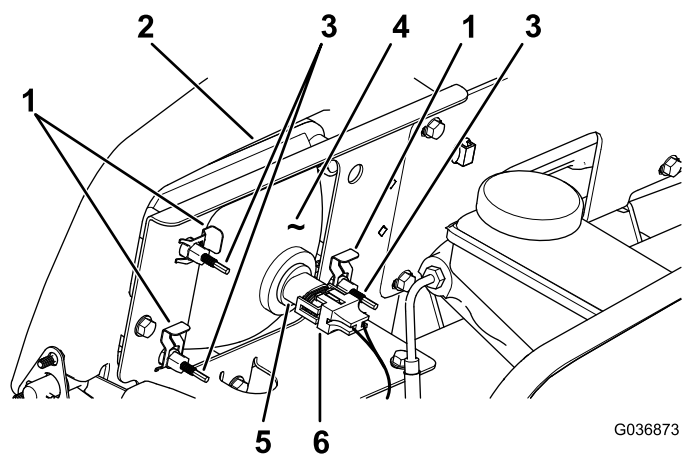

図 55
3. ランプアセンブリのコネクタから、ハーネス用のコネクタを外す 図 55。
4. ヘッドライトをヘッドライトブラケットに固定しているスピードクリップを外す 図 55。
5. ヘッドライトアセンブリ全体を前に押し出して、前バンパーから外す 図 55。
6. 取り付け穴に新しいヘッドライトを取り付ける 図 55。
8. ハーネス用のコネクタを、新しいランプアセンブリのコネクタに接続する 図 55。
2. ヘッドライトアセンブリの裏側部分にある調整ねじ 図 55を回してヘッドライトアセンブリの角度を変えてビームの方向を調整する。